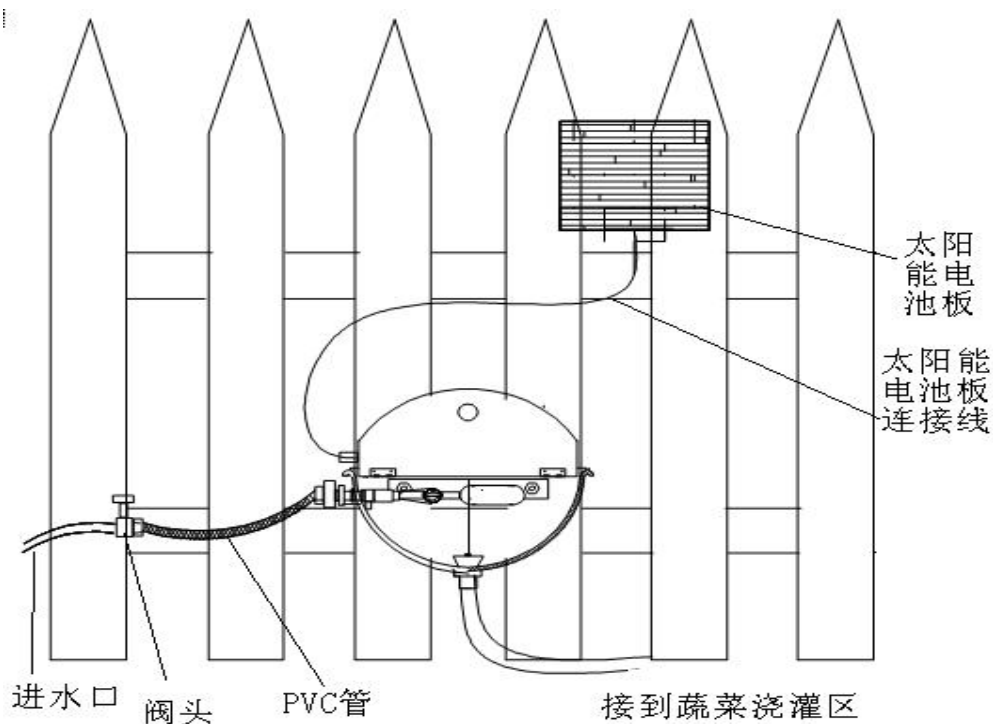

图 6
2.5 接水管前，请用户先将喂水器接上太阳能电池板并关掉水源总阀，让太阳能电池板在阳光下充电几个小时，然后调节铁椎体位置，使其与喂水器底部橡皮圈充分接触（如何调节铁椎体位置请参考 4.3）。充电的同时，用户可以将事先预备好的软管的一头活结接到水源上，另一头活结接到喂水器的进水口，调整浮筒高度并固定好。充电完成后，打开总阀，待水位停止上升后，观察出水口是否漏水，若不漏水，用户可以将事先预备好的 PVC 管的活结部分一端接喂水器下方的出水口，另一端接排水管道或下水道，也可以将排水管通向菜地，节约水资源。见图 6。